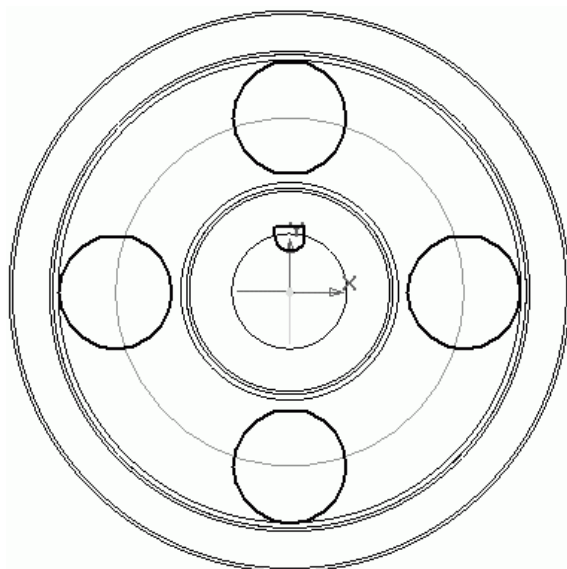

Рис. 3.55. Эскиз для вырезания отверстий в дисках и шпоночного паза в ступице
4. Теперь приступим к созданию отверстий в диске колеса и шпоночного паза в ступице. Выделите в дереве построения плоскость ZY и запустите процесс построения эскиза. В этом эскизе разместите четыре отверстия диаметром 83,7 мм. Центры отверстий должны лежать на окружности диаметром 258 мм (см. рис. 2.143). Профиль выреза шпоночного паза можно просто скопировать с детализовочного чертежа зубчатого колеса и немного дорисовать (рис. 3.55).